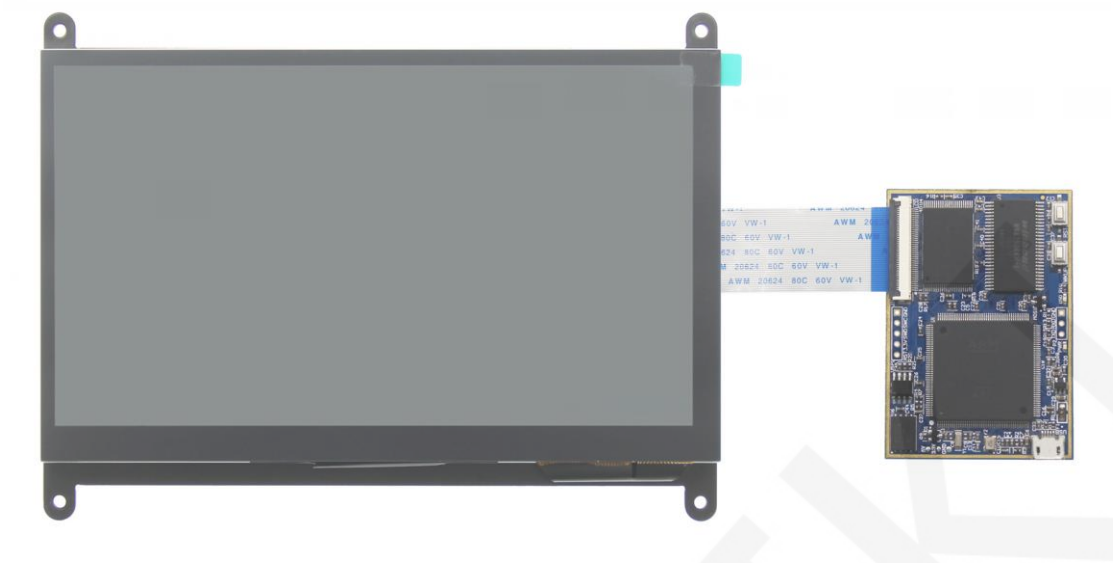
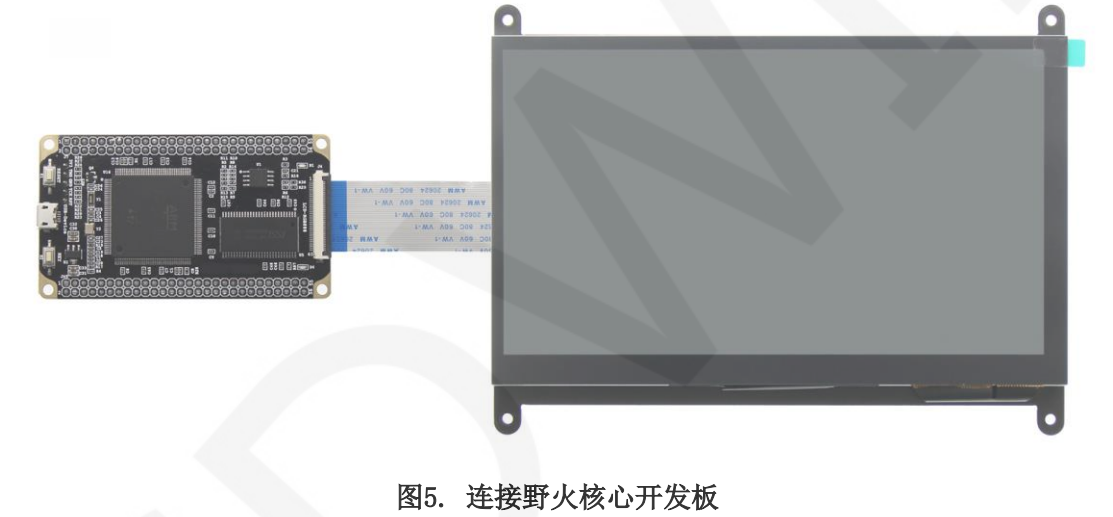

图4. 连接原子核心开发板
图5. 连接野火核心开发板
- B、显示模块连接成功后，再将软排线的另一端连接开发板（如图4和图5所示）。需要注意的是要确保排线不要插反，让显示模块接口的1~40脚和开发板接口的1~40脚一一对应连接起来。